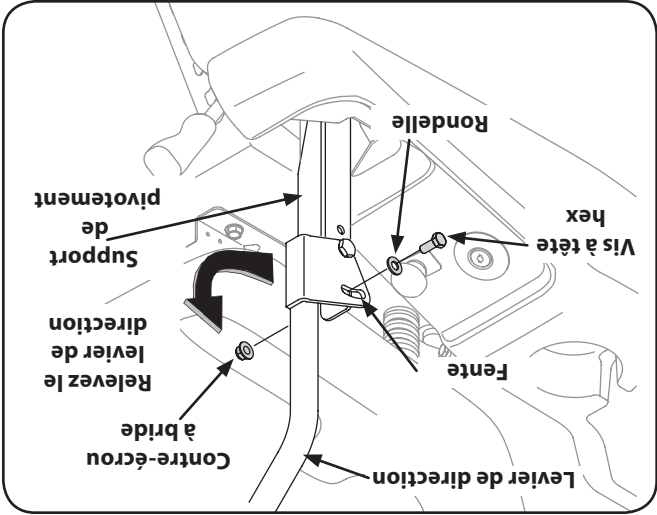

Figure 3-7
3. Glissez la rondelle plate sur la vis à tête hex. De l'extérieur, enfoncez la vis à tête hex, dans la fente du levier de direction et dans le trou du support de pivotement. Maintenez-les en place avec le contre-écrou à bride. Voir la Figure 3-7.